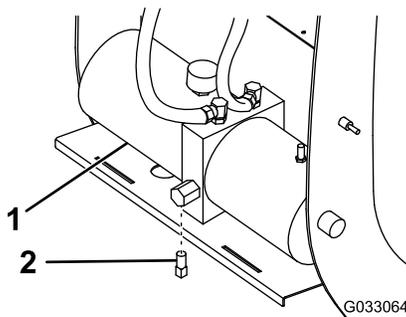

Figura 40
5. Limpie el área que rodea al tapón de vaciado (Figura 40).